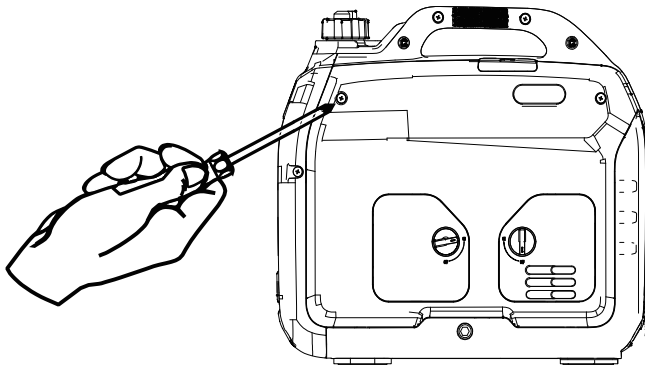

Abbildung 1: Motorbedienfeld
1. Lösen Sie die Schraube und entfernen Sie die Wartungsabdeckung der Motoröl-Einfüll-/Ablassschraube, um Zugang zur Öl-Einfüll-/Ablassschraube zu erhalten (siehe Abbildung 1).